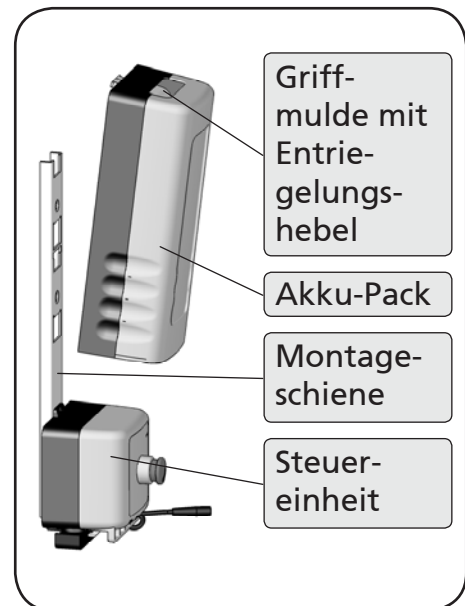

Abbildung 38
1. Greifen Sie von oben in die Griffmulde am Akku-Pack und ziehen Sie mit den Fingern den Entriegelungshebel nach oben (Abbildung 38).
2. Ziehen Sie gleichzeitig den Akku-Pack ein Stück von der Montagesschiene weg und dann nach oben aus der Halterung heraus (Abbildung 38).